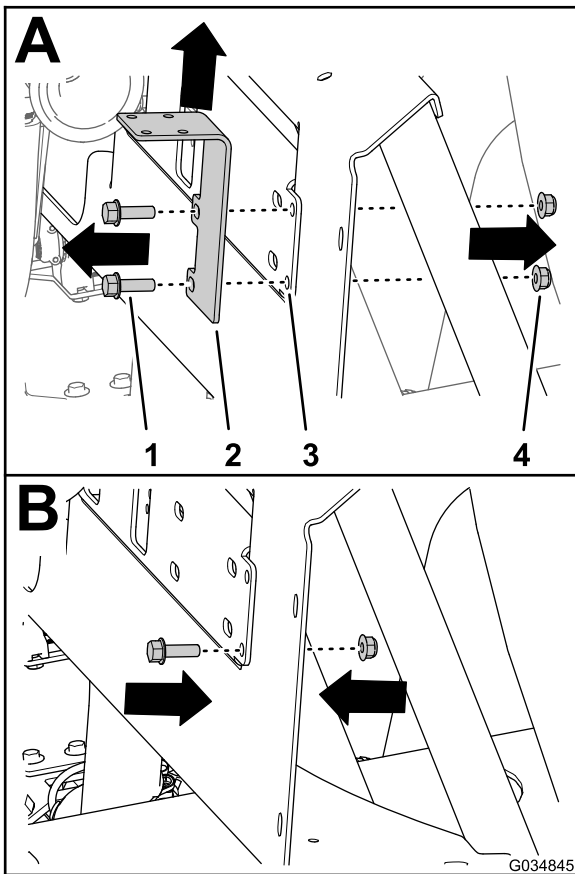

Figure 45
- Retirez les 2 boulons à embase ($\frac{5}{16} \times 1$ po) et les 2 contre-écrous à embase ($\frac{5}{16}$ po) qui fixent le support de la vanne de coupure de dérivation au support du collecteur (A de Figure 45), et déposez le support de la vanne de coupure.
6. Vissez un boulon à embase (5/16 x 1 po) et un contre-écrou à embase (5/16 po) sur le support de collecteur (B de Figure 45) dans le trou inférieur du support de la vanne de coupure.
3. Fixez le transducteur de pression et le collecteur dans la fente du support du collecteur à l'aide d'un collier en R (Figure 45) et du boulon à embase (¼ x ¾ po) et du contre-écrou à embase (¼ po) retirés précédemment.